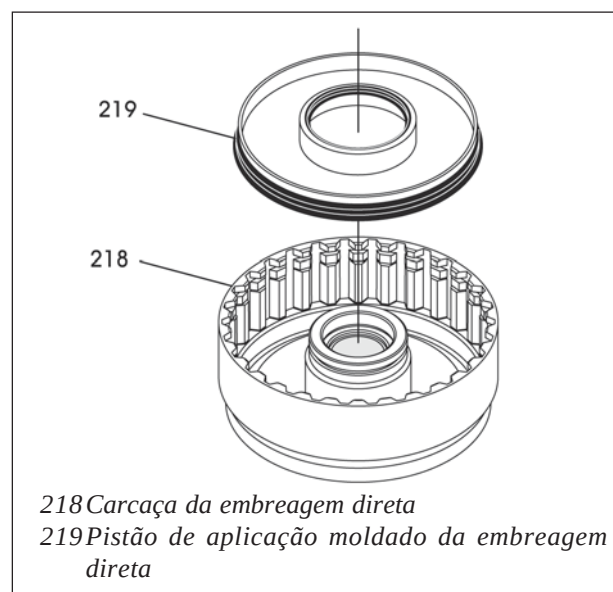

Figura 153
4. Lubrifique as superfícies de vedação do pistão moldado da embreagem da direita e carcaça da embreagem e instale o pistão, conforme mostra a figura 153.